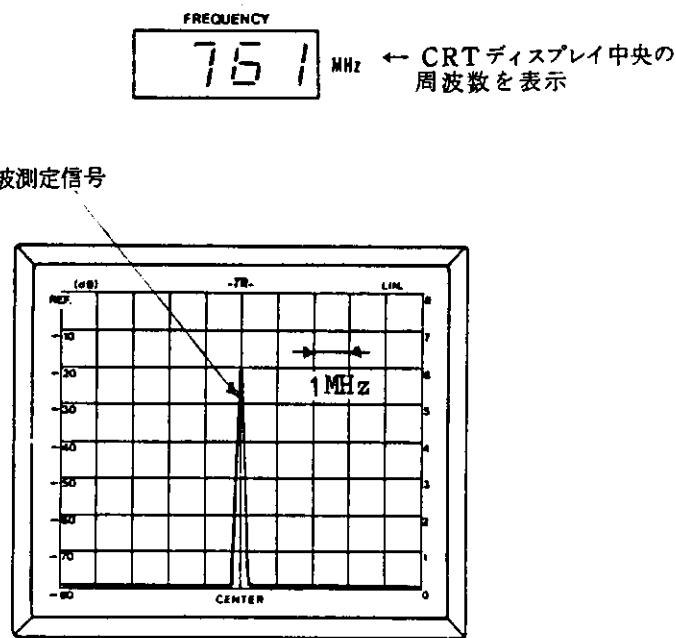

図 4-5 周波数の絶対測定
(1) 絶対測定
- ① **DISPERSION/DIV.** スイッチを **1MHz**, **TIME/DIV.** スイッチを **10ms**, **BAND WIDTH** スイッチを **100kHz** に設定し, ゼロ周波数スペクトラムが CRT ディスプレイの中央 (CENTER) にくるように **TUNING** つまみで調整します。
- ② このとき, **FREQUENCY** 表示が “000” になるように **ZERO CAL.** ボリュームで調整します。
- ③ 測定したいスペクトラムが CRT ディスプレイの中央 (CENTER) にくるように **TUNING** つまみで調整します。このときの **FREQUENCY** 表示が, 被測定信号の周波数となります。誤差は  $\pm 10\text{MHz}$  です。（図 4-5 参照）